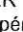

Fig. 73 Dans la boîte à gants : commande à clé de désactivation et d'activation du sac gonflable frontal du passager avant
- Introduisez le panneton entièrement sorti dans la commande à clé ⇒ fig. 73 jusqu'au deuxième cran de résistance. Le panneton est alors introduit environ au 3/4 dans la commande à clé ⇒ .
- Introduisez le panneton entièrement sorti dans la commande à clé ⇒ fig. 73 jusqu'au deuxième cran de résistance. Le panneton est alors introduit environ au 3/4 dans la commande à clé ⇒ ①.